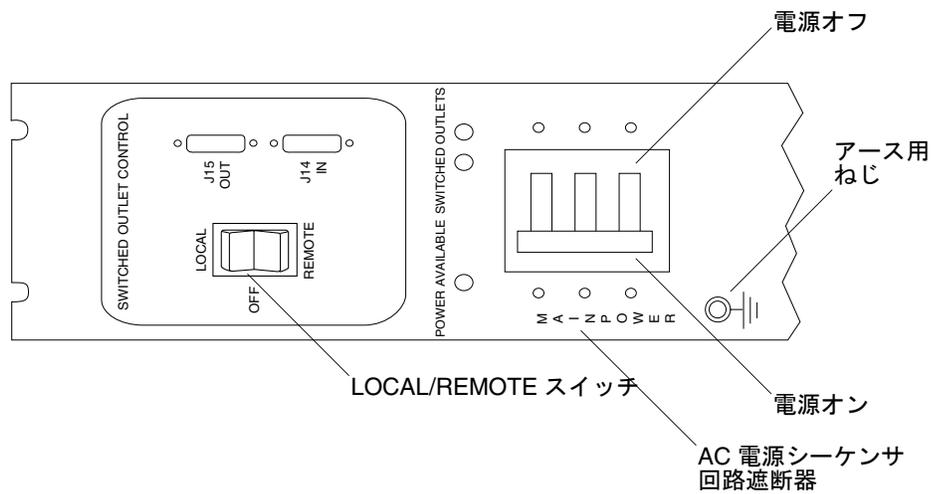

図 4-2 AC 電源シーケンサのコントロールパネル
2. 記憶装置システムの正面および背面の下部にある AC 電源シーケンサ回路遮断器を押して、オフの位置に合わせます (図 4-2)。
4. 記憶装置システムの LOCAL/REMOTE スイッチを押して、LOCAL の位置に合わせます (図 4-2)。
5. 記憶装置システムの AC 電源シーケンサ回路遮断器を押して、オンの位置に合わせます (図 4-2)。
3. 記憶装置システムの下部のトリムパネルを取り外し、AC 電源シーケンサ回路遮断器を押してオフの位置に合わせます (図 4-2)。